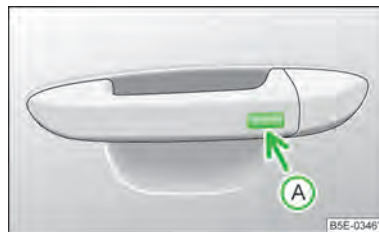

图 49
Kessy 是一种无钥匙系统，它可以实现在不操作遥控钥匙的情况下解锁或闭锁汽车。用户只需随身携带一把有效遥控钥匙，并通过对车门拉手上的传感器区»图 49，见第 47 页或行李厢盖开关进行简单操作即可实现。
- » 按压门拉手的按键»图 49 (箭头 A)。
- » 触摸前排车门拉手的传感器区»图 49 (箭头 A) 一次。汽车锁止。
- » 触摸驾驶员侧车门拉手上的传感器区»图 49 (箭头 A) 一次。汽车闭锁。
- » 要便捷关闭所有电动车窗和天窗，请用手指按住车门拉手上的传感区»图 49 A 几秒钟。
- 在 5 秒内用手指触碰车门把手上的传感器> 图 49，见第 47 页[A]。此时转向信号灯闪烁一次。